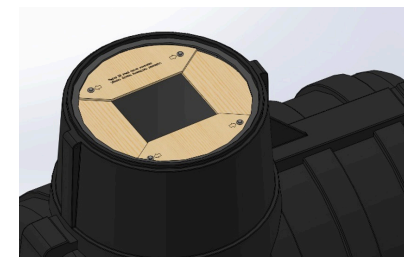

Рис. 1 Распорка горловины септика «Коттеджный»
7.* В коттеджном септике через 28 суток после монтажа необходимо убрать распорку из горловины (рис.1).
При отсутствии возможности удаления осадка из септика через технологическое отверстие №1 (рис. 1) допустимо просверлить напротив него отверстие №3 с помощью биметаллической коронки диаметром 98-104 мм. Сверление производить в обозначенных местах (рис. 3-6).